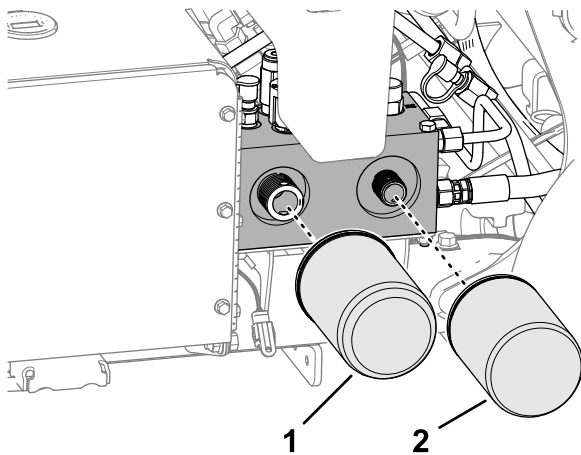

Figure 181
2. Placez un bac de vidange sous le filtre, retirez les filtres usagés et essuyez la surface du joint des adaptateurs (Figure 181).